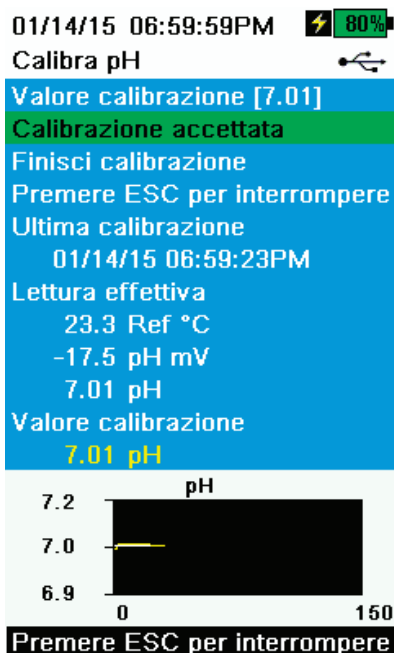

Figura 50 Calibra pH a un punto
7. Osservare le letture delle misure effettive per la stabilità (la linea bianca sul grafico non mostra alcun cambiamento significativo per 40 secondi), quindi selezionare **Accetta calibrazione** (Figura 50). "Pronto per calibrare 2" sarà visualizzato nell'area dei messaggi.